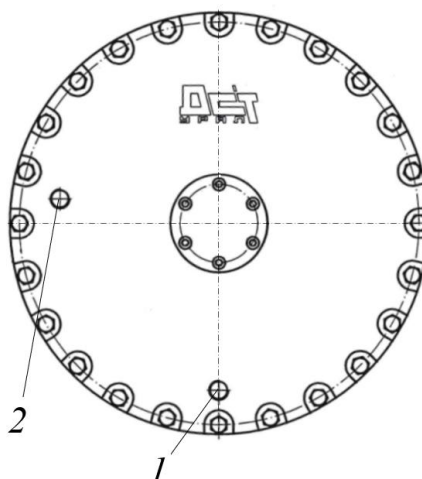

Рисунок 5.66. Процедура замены масла в бортовом редукторе (шаг 1)
- ▶ Двигая машину назад и вперед, установить редуктор в позицию, когда одно из отверстий находится вертикально снизу от центра редуктора, рис. 5.66.
- ▶ Выкрутить пробку 1, рис. 5.66, нижнего отверстия.